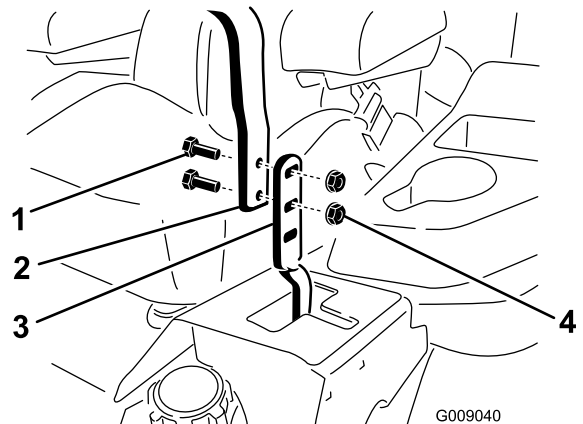

Bild 62
3. Lösen Sie die Schrauben und die Bundmuttern, die in den Hebeln installiert sind (Bild 62).